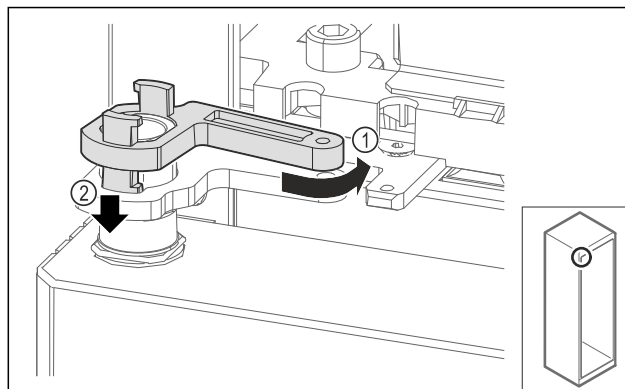

Fig. 71
- Obrnite zapiralni ležajni podstavek Fig. 71 (1) narahlo nazaj, ga potisnite navzdol Fig. 71 (2) in zaklenite v kotnik tečaja.